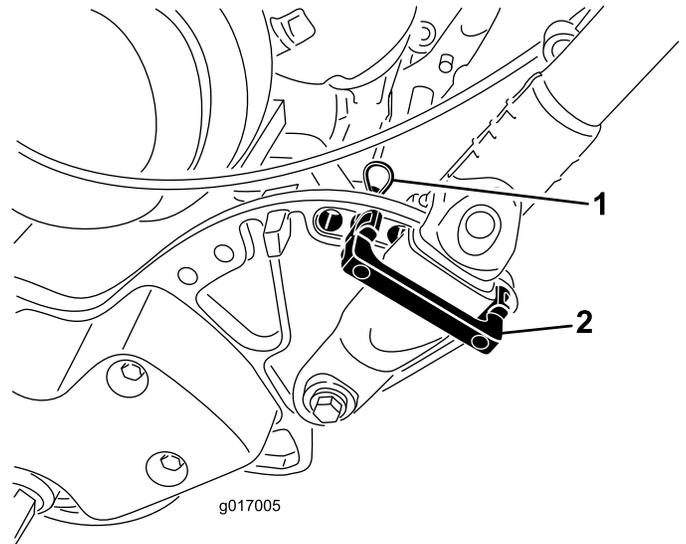

Figura 27
1. Retire os pernos de gancho dos fixadores da pega em cada lado da máquina (**Figura 27**).
2. Suportando a pega, retire os pernos de gancho de cada lado e rode a pega até a colocar na posição desejada para sua utilização (**Figura 27**).